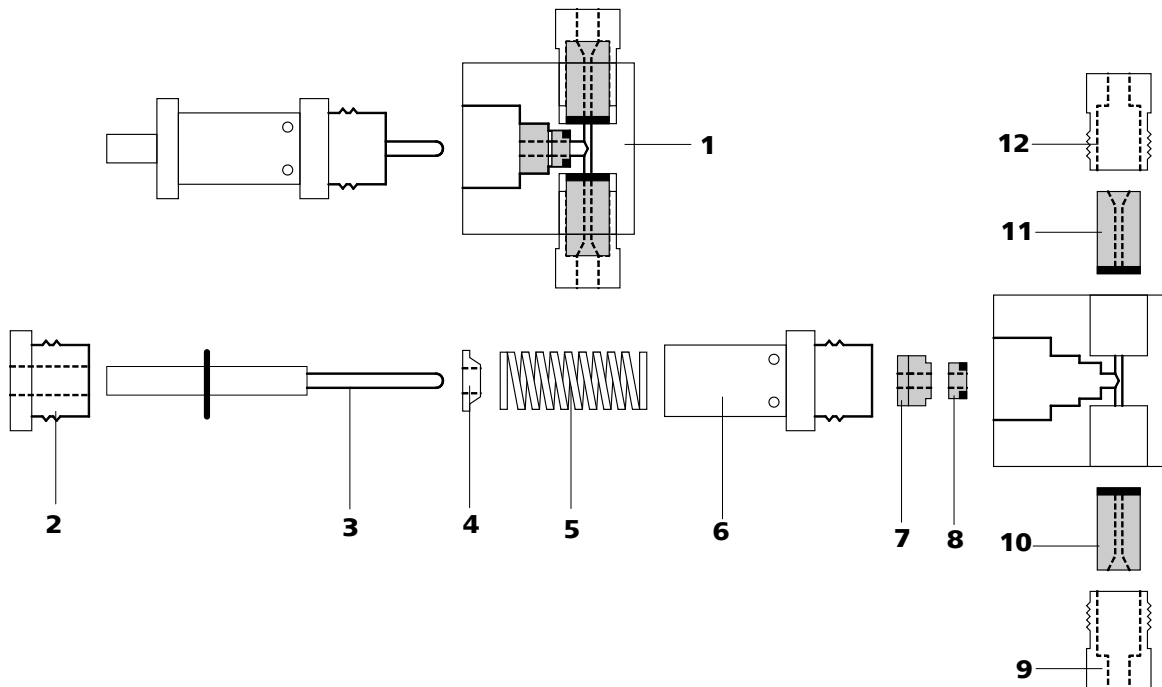

Figura 36 Componentes del cabezal de bomba estándar
- Desmonte el cabezal de bomba (17-4) en sus componentes principales (véase Figura 36, página 74).
Para seleccionar correctamente se debe tener en cuenta que el líquido fluye de abajo hacia arriba por el cabezal de bomba. El sentido de flujo de las válvulas se puede comprobar fácilmente soplando a través de la válvula limpia. Ambas válvulas se montan con el lado frontal negro orientado hacia el cabezal de bomba (véase Figura 36, página 74).
- Vuelva a montar los componentes del cabezal de bomba (17-4) (véase Figura 36, página 74).